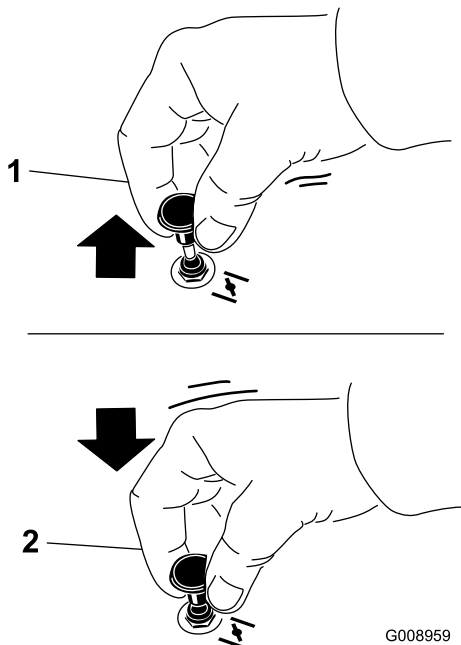

Figure 16
2. Tirez sur la commande de starter pour engager le starter avant d'utiliser le commutateur d'allumage (Figure 16).
3. Poussez sur la commande pour désengager le starter lorsque le moteur a démarré (Figure 16).
1. Désengagez les lames en plaçant la commande des lames en position DÉSENGAGÉE (Figure 16).